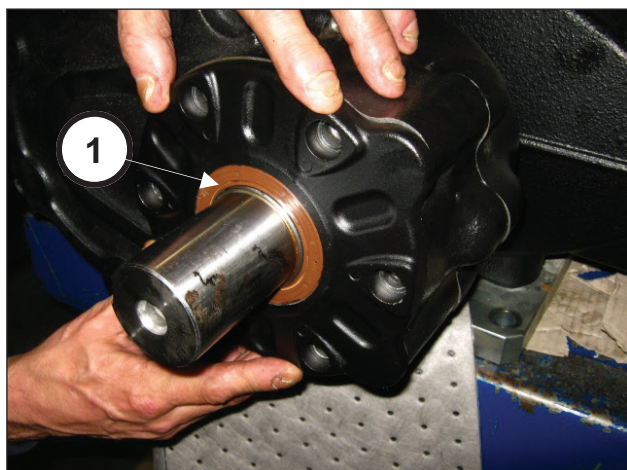

Fig. 81
Introducir el retén en el piñón con cuidado para no dañarlo (pos. ①, Fig. 81).